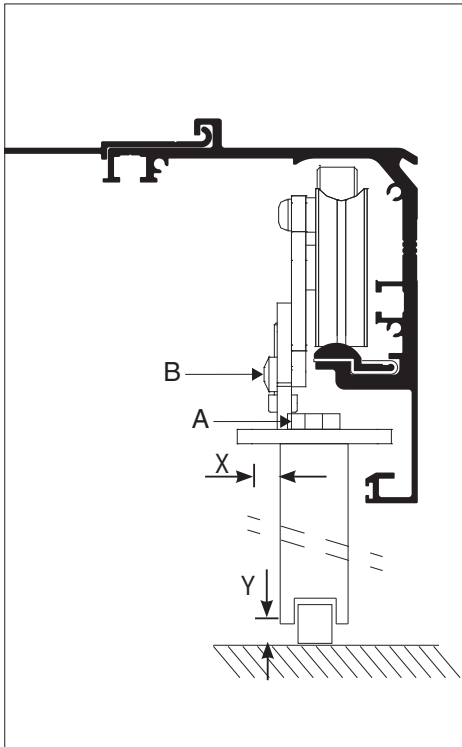

Рис. 16
1. Установите створки в сборе на рельс в несущем профиле (рис. 16).
3. Отрегулируйте зазор между створкой и несущим профилем по оси X регулировочными болтами А (рис. 16).
4. Отрегулируйте высоту створки относительно пола по оси Y регулировочными болтами В (рис. 16).
5. Отрегулируйте створки двери в закрытом положении относительно друг друга (рис. 16).
6. Затяните болты А и В после регулировки (рис. 16).